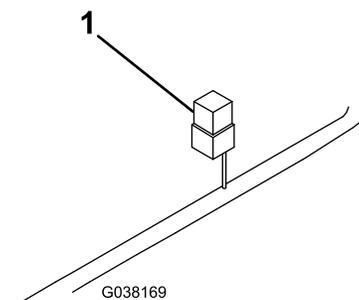

**Bild 12**
an der linken Seite des oberen Rahmens der Stoßstange (Bild 12).
- Befestigen Sie den schwarzen und roten Strom- bzw. Erdungsanschluss an der Befestigungshalterung des Steuerkabelbaums (Bild 12).